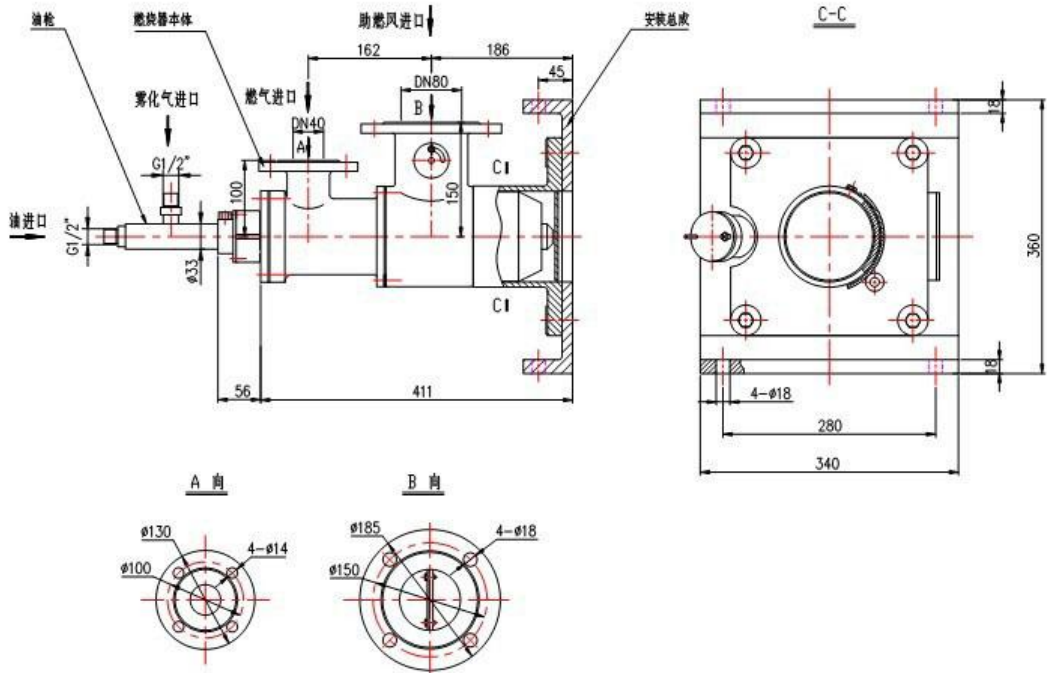

图 7、JDC-YJ50B 型燃烧器外形图及安装示意图
1... JDC-YJ50B 型技术性能参数: (外形安装图见图 7)